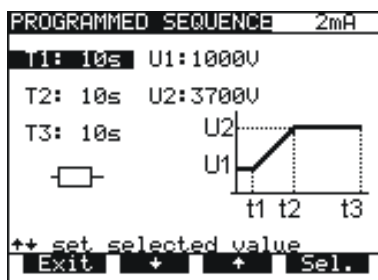

Fig. 12. Il timer T1 è selezionato, utilizzare i tasti  $\uparrow \downarrow$  per cambiare i valori
- Premere il tasto **U/T** per cambiare i valori di U e T. Il valore **T2** corrisponde al tempo da **t1** a **t2** e il valore **T3** rappresenta il tempo da **t2** a **t3**. (fig. 12). Viene visualizzato il menu per selezionare e modificare i valori, fare riferimento alla figura seguente: